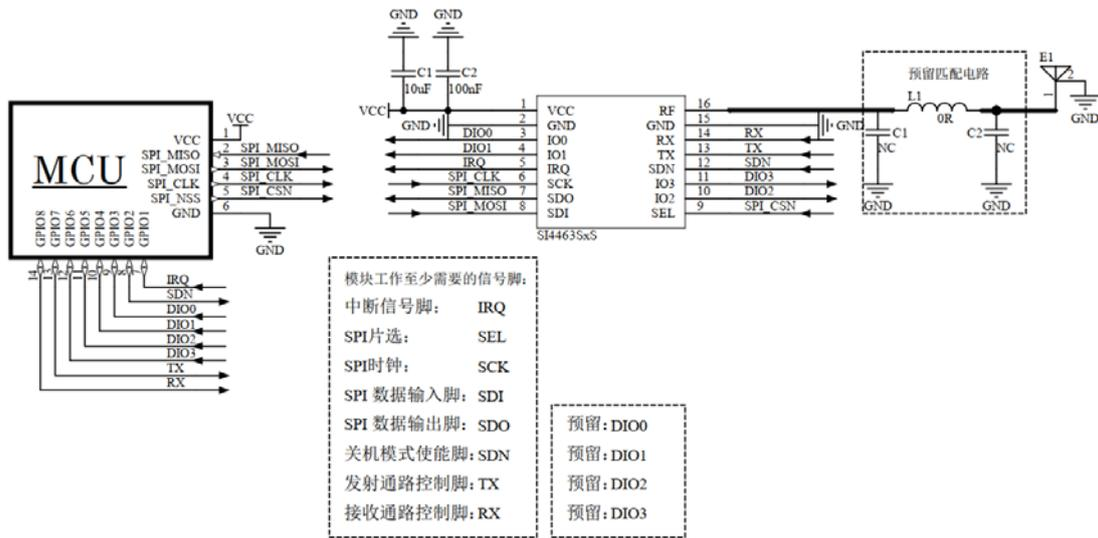

图 5-1 编程开发硬件连接(利用 MCU 控制 RX\TX 脚)
1、模块的 TX、RX 脚用来控制模块内部射频开关收发通路，当使用 MCU 口对其控制时其硬件连接方式如图 5-1 所示。其控制电平逻辑如下表所列：